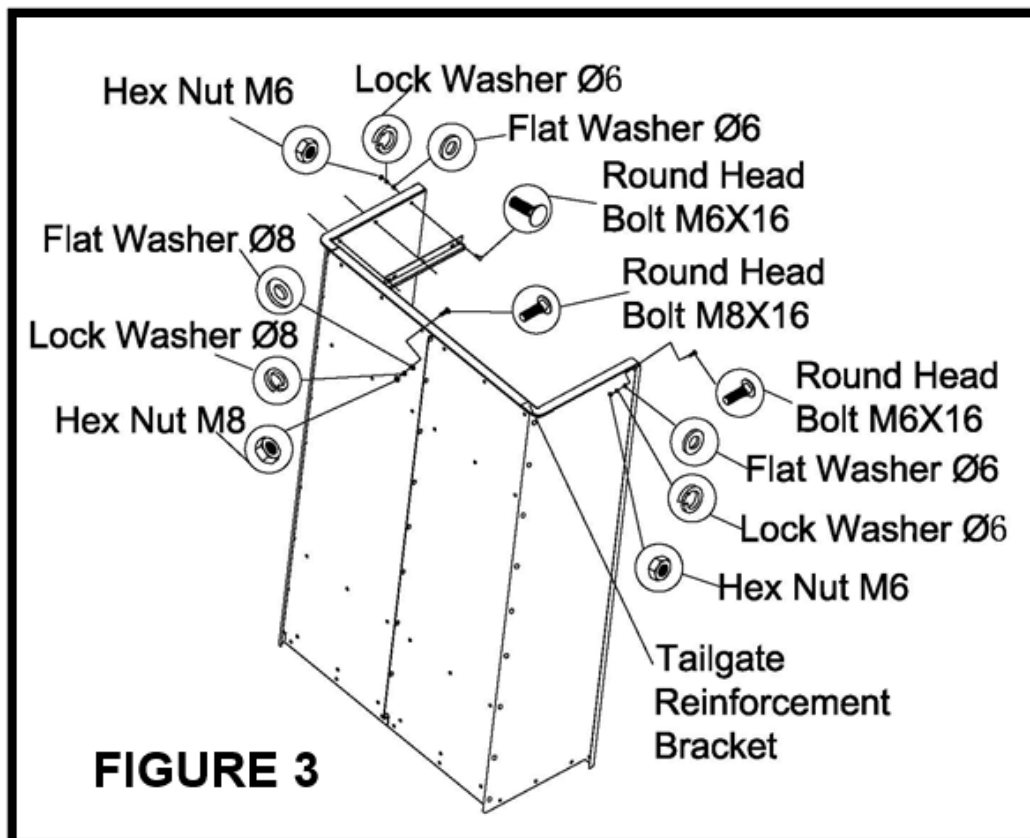

Abbildung 3
6. Die Heckverstärkungshalterung an der Außenseite des Wagens wie in **Abbildung 3** gezeigt anbringen. Den Boden des Wagenkastens mit sechs Rundkopfschrauben M8x16, Unterlegscheiben Ø8, Sicherungsscheiben Ø8 und Sechskantmuttern M8 zusammenbauen. Nicht festziehen. Siehe **Abbildung 3**.
7. Die Führungsschienen mit den Löchern nach hinten wie in **Abbildung 3** gezeigt anbringen. Die Schienen an der Innenseite des Wagens mit sechs Rundkopfschrauben M6x16, Unterlegscheiben Ø6, Sicherungsscheiben Ø6 und Sechskantmuttern M6 zusammenbauen. Nicht festziehen.
8. Montieren Sie zwei Rundkopfschrauben M6x16, eine Unterlegscheibe Ø6, eine Sicherungsscheibe Ø6 und eine Sechskantmutter M6 in den oberen hinteren Ecken des Wagens. Nicht festziehen. Siehe **Abbildung 3**.